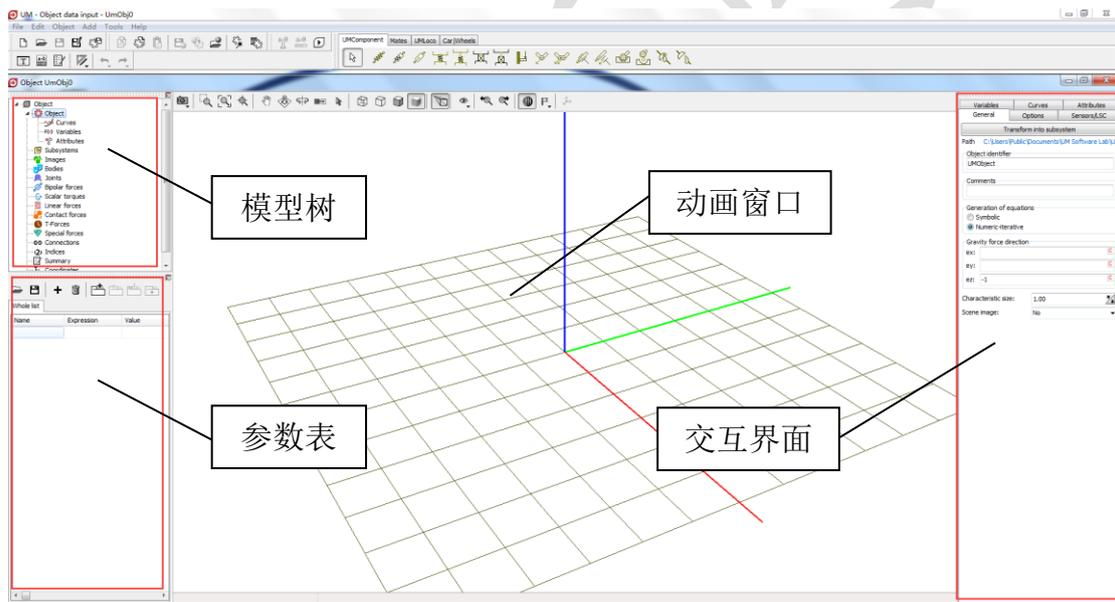

图 1.3 UM 建模界面
- 选择菜单 File | New object, 新建一个 UM 模型, 如图 1.3 所示。
请先用几分钟的时间熟悉一下 UM Input 程序建模界面, 如图 1.3 所示。